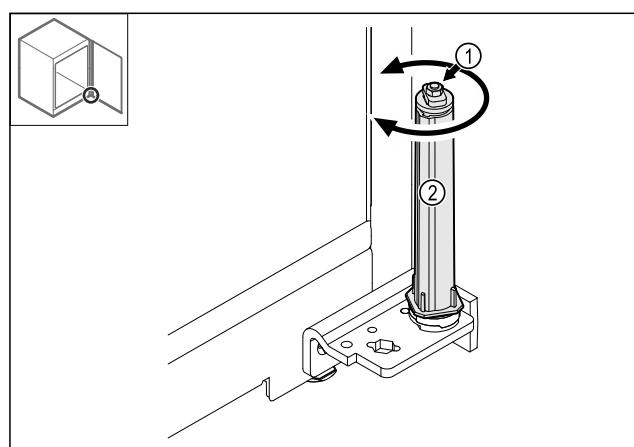

Fig. 41
► Поверніть запірний механізм Fig. 41 (2) до відчутного класання.